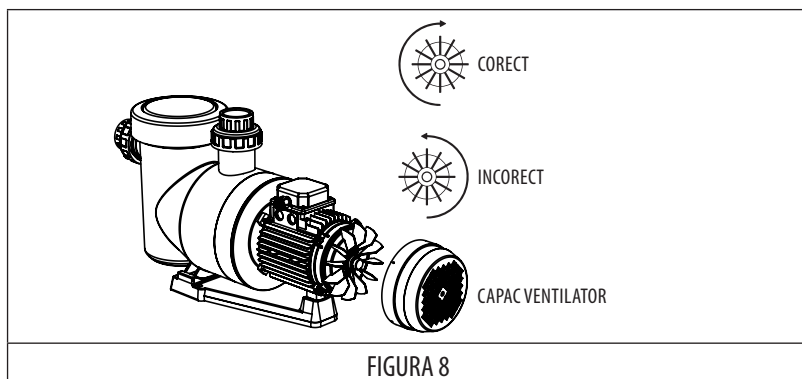

FIGURA 8
- Verificați dacă motorul se rotește în direcția corectă (privind la ventilatorul situat în spatele motorului). (FIGURA 8).